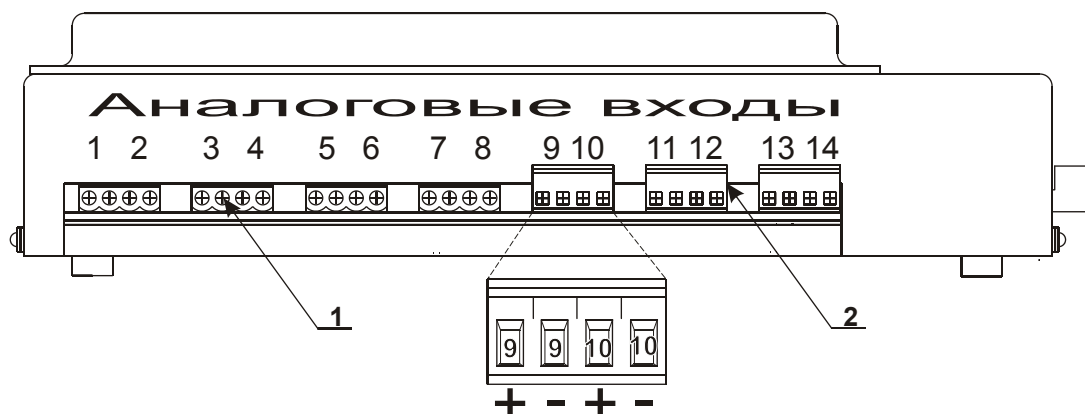

Рисунок 1, Передняя панель прибора
На передней панели прибора Рисунок 1 расположены 7 двухканальных разъемов Рисунок 1(1) для подключения универсальных аналоговых каналов. Ответная часть разъема с клемником Рисунок 1(2) облегчает монтаж и подключение соединительных проводов. Порядок подключения (номера каналов) указан на корпусе прибора. Полярность подключения указана на Рисунке 1.